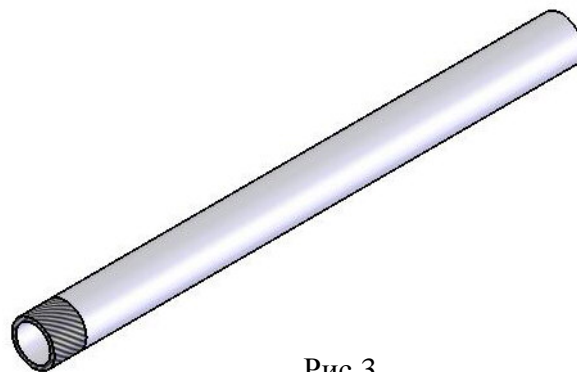

Рис.3
- 6.2. Вкрутить в резьбовые отверстия лицевой панели патрубки (рис.3) до упора.